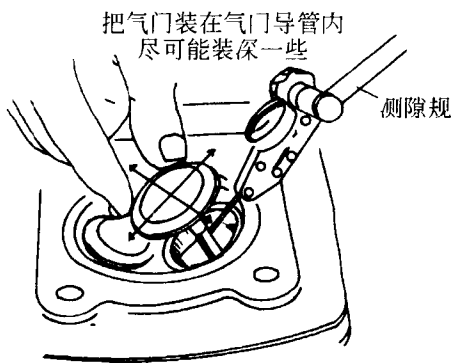

图 1-12 检查气门杆与气门导管之间的间隙
(5) 气门杆与气门导管之间的间隙。检查方法如图 1-12 所示。进气门杆与其导管的配合间隙标准值为 0.01~0.03 mm, 维修极限值为 0.12 mm; 排气门杆与其导管的配合间隙标准